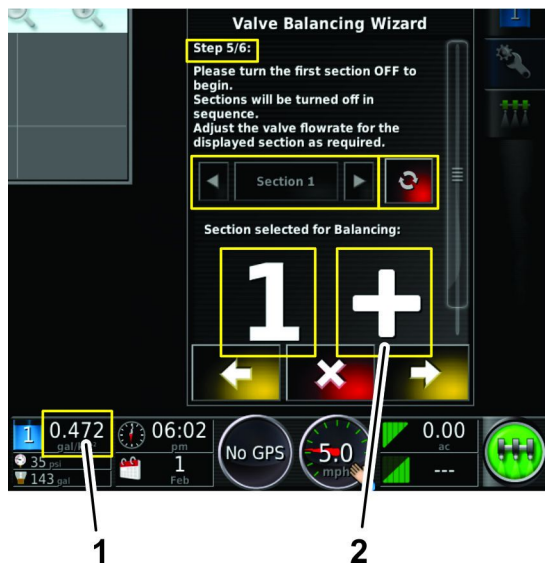

Рисунок 146
- Норма внесения для клапана секции слишком низкая (Рисунок 146).